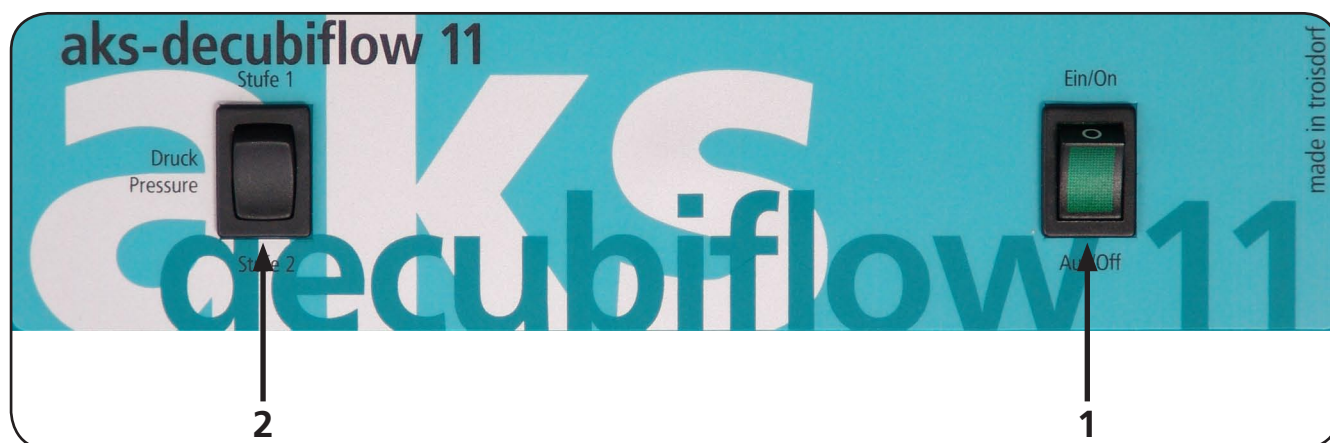

Abbildung 06
Über einen Druckstufenschalter am Aggregat (siehe Abbildung 06) kann der Fülldruck in zwei Stufen an das Patientengewicht bzw. die momentane Belastungssituation angepasst werden.
1. Schalten Sie das Aggregat mit dem Netzschalter ein (siehe Abbildung 06). Die Betriebskontrollleuchte im Netzschalter leuchtet grün auf.
2. Schalten Sie den Netzschalter (siehe Abbildung 06) aus. Die grüne Betriebsleuchte im Netzschalter muss aus sein.